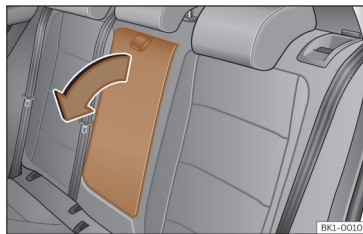

Fig. 97 Apoio de braços central traseiro rebatível (representação esquemática).
- Para **baixar** o apoio de braços, puxe o laço no sentido da seta >>> **Fig. 97**.